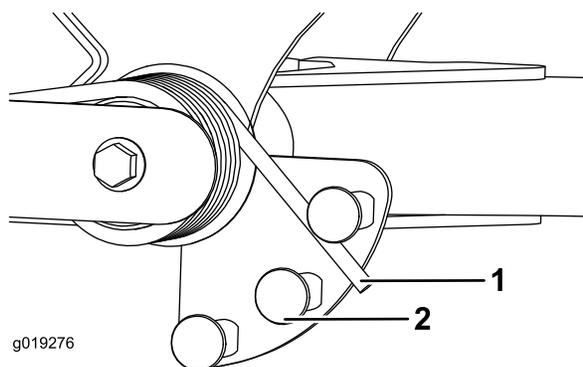

図 33
2. Springs の長い方の端部にチューブのようなものを取り付けて、Spring アクチュエータの周囲に巻きつけるようにして希望位置にセットする 図 33。